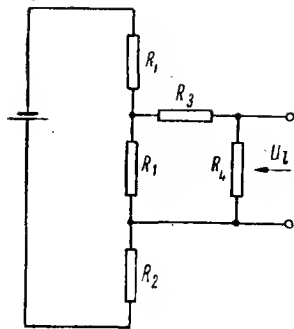

Bild 28
3. Nunmehr stellt man die an den Klemmen A und B auftretende Leerlaufspannung U_1 fest. Dabei sind die gedachten Kurzschlüsse der Ursprungsquellen E aufzuheben (Bild 28). Die Spannung U_1 wird mit Hilfe der